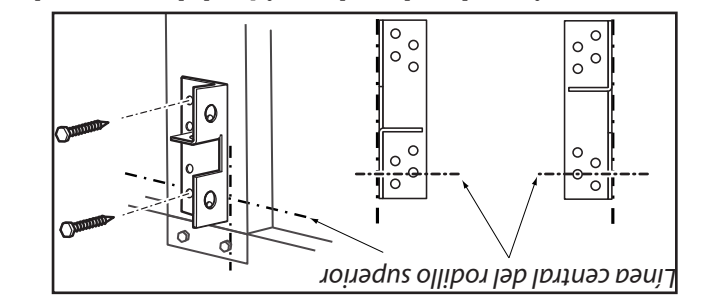

FIG. 2-8 Ejemplos de colocación del soporte de la puerta
- Alinee el soporte de la puerta centrado en su línea central vertical (Fig. 2-8).